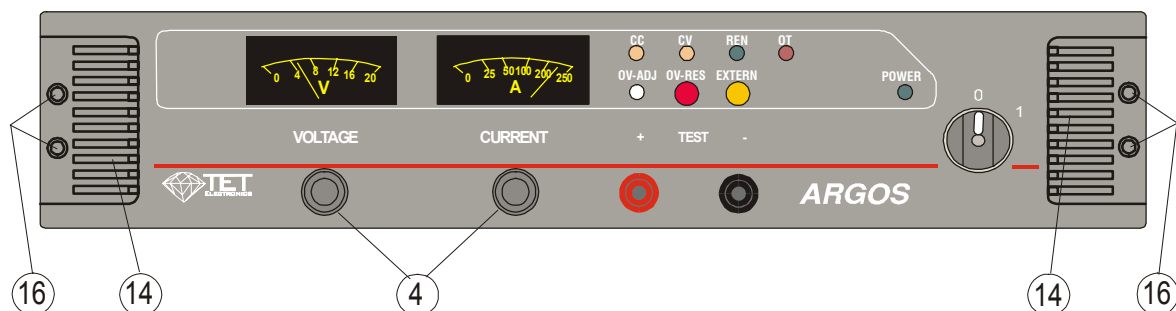

Abb.13/1
Der vom internen Lüfter angesaugte Luftstrom tritt durch die frontseitigen Lüftungsschlitze (Abb.13/1-14) ein und wird an der Geräterückwand ausgeblasen. Je nach Luftverschmutzung der Arbeitsumgebung müssen die frontseitigen Filtermatten im Luftstrom hin und wider gereinigt oder erneuert werden. Ein Hinweis auf einen notwendigen Wechsel ist z.B. das Ansprechen der Übertemperaturschutzschaltung (Kap.12) bei üblichen Umgebungstemperaturen.
- ④ **Demontage der Frontplatte**
- (Abb.13/1-4) und lösen Sie mit dem Zapfenschlüssel beide Potentiometerdrehknöpfe.
- Lösen Sie die vier Schrauben mit Innensechskant an der Frontseite des Gerätes (Abb.13/1-16) und nehmen Sie die Frontplatte vorsichtig ab.